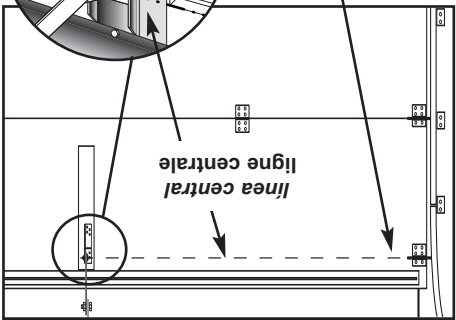

FIG. 2-7 Montaje del soporte de la puerta.
• El soporte de la puerta está montado en la puerta tan alto como sea posible a lo largo de la línea central vertical y NO MÁS BAJO que el juego de rodillos superior (Fig. 2-7).
• Le support de porte est installé sur la porte le plus haut possible le long de la ligne centrale verticale et PAS PLUS BAS que les rouleaux supérieurs (Fig. 2-7).